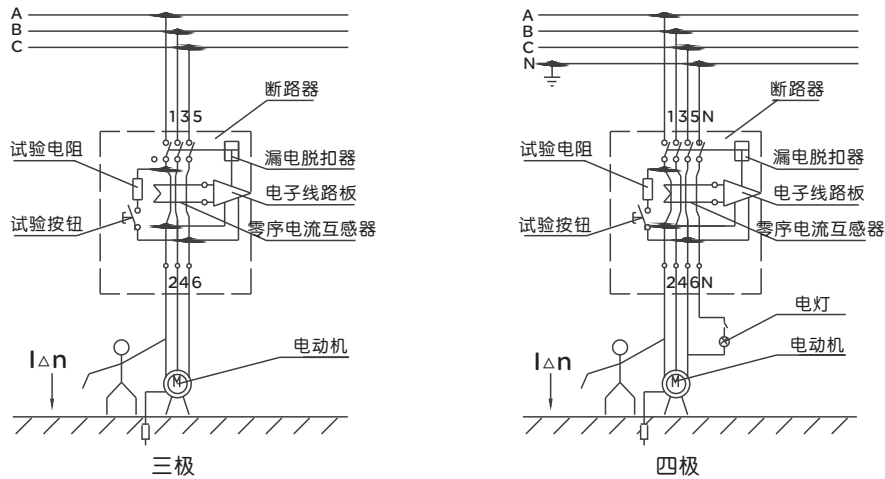

图1 工作原理
- 当被保护电路中有漏电或触电时，零序电流互感器有一个信号输出，当该信号输出达到一定值时，就触发可控硅导通使漏电脱扣器动作，从而带动牵引杆使操作机构在很短的时间内断开，切断电源，从而实现漏电保护功能。工作原理见图1